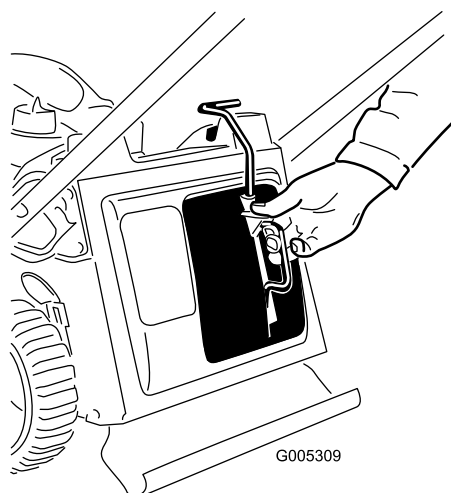

Figura 31
1. Retire el tapón de mulching (Figura 31).